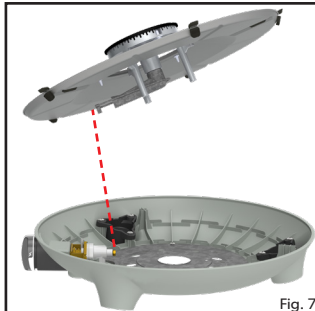

Fig. 7
- Invierta el procedimiento anterior para volver a montar la unidad, asegurándose de que el venturi y el jet estén alineados correctamente (fig. 7), y que el cable piezoeléctrico esté reconectado.